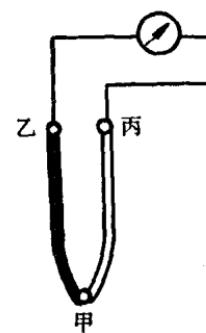

图1-4 热电偶温度计示意图
**3. 热电偶温度计**（见图1-4）把两根不同材质的金属丝的一端甲焊在一起作为热电偶，另一端乙和丙用两根导线接到检流计上（图1-4），把甲端放在高温地点，乙端和丙端放在室温不变的地点，这样由于冷端和热端的温度差，在不同金属的乙、丙两端间就产生了热电势，导线上就有电流流过，电流流过检流计就使指针移动。热点的温度越高，热点和冷点的温差越大，产生热电势越高，电流越大，指针移动得也越多。热电势用直接刻有温度单位( $\text{t}^{\circ}\text{C}$ )的二次仪表(如毫伏计)来测量。测量范围为 $100\sim1500^{\circ}\text{C}$ 。这种温度计相当准确，二次仪表可装于远距热电偶的地点；可用切换方法，以一个仪表测量几处的温度。它可用来测量蒸汽温度、炉膛温度，管子退火时测量熔铅的温度等。